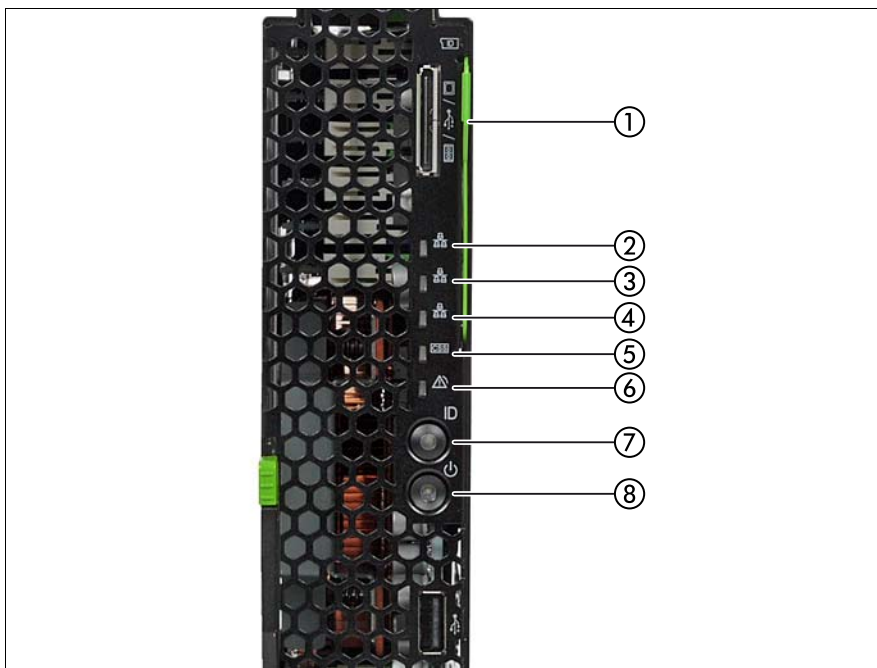

図 8: 各部名称
ID カード（45 ページの図 8 を参照）をいっぱいまで引き出して、元に戻せます。
システムユニットの電源を入れると電源表示ランプ（45 ページ の図 8 の項 8）が緑色に点滅します。
- サーバブレードの電源を入れるには、サーバブレードの電源ボタン（45 ページ の図 8 の項 8）を押します。
サーバブレードの電源を切るには、サーバブレードの電源ボタン（45 ページ の図 8 の項 8）を 4 秒間押し続けます。